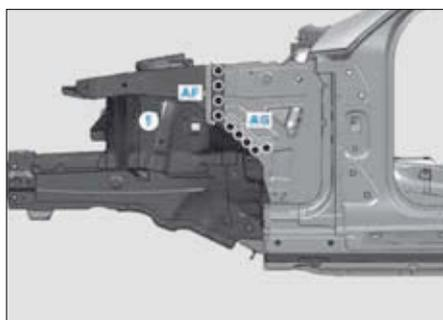

FIG. 39
- Souder le passage de roue avant (1) points électrique dans les zones (AF et AG) (Fig.39).